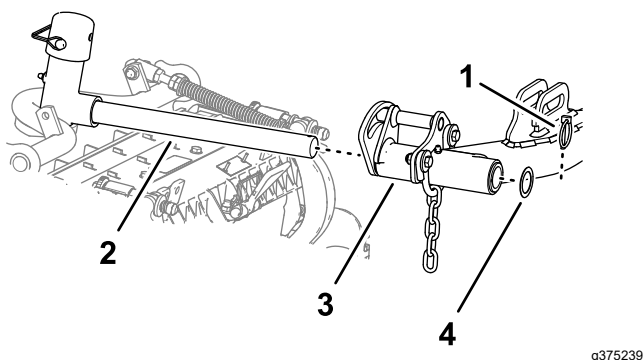

Figure 27
6. Glissez une unité de coupe sous le bras de levage (Figure 27).